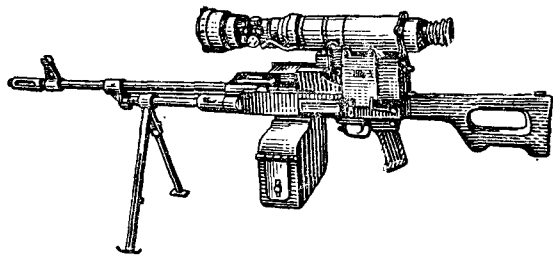

Рис. 41. Прицел ППН-3 на пулемете Калашникова
56. Прицел ППН-3 (пулеметный прицел ночной, третий образец) устанавливается на пулемете Калашникова (рис. 41). Он позволяет обнаруживать цели и вести по ним прицельную стрельбу из пулемета на дальностях до 400 м в зависимости от условий погоды и времени года.